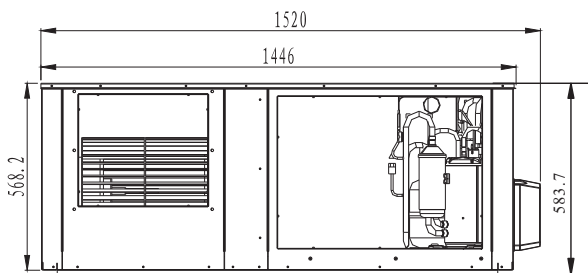

Fig. 3-1 Dimensão da unidade externa
- 1) Fig.3-1 é aplicável aos modelos GIA-CEN-10KOMP